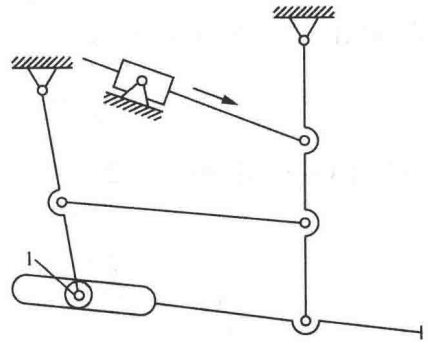

图 1-2-10 平炉渣口堵塞机构
(2) 图 1-2-10 中, 滚子 1 有一个局部自由度, 则该机构的自由度为